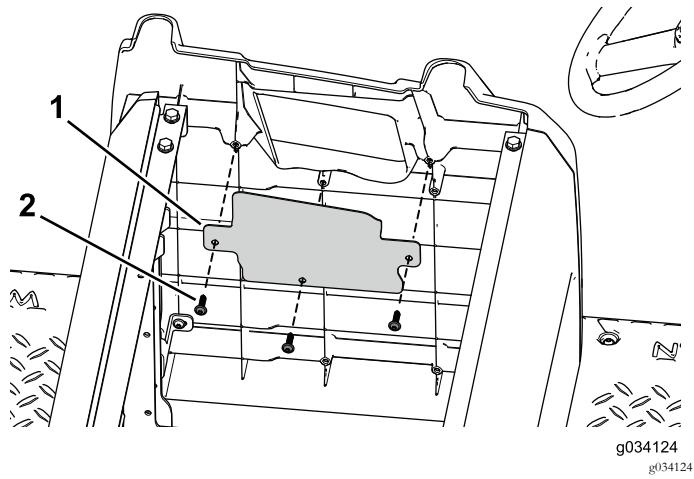

Рисунок 44
- С помощью трех самонарезающих винтов зафиксируйте крышку отверстия на боковой пластине (Рисунок 44).